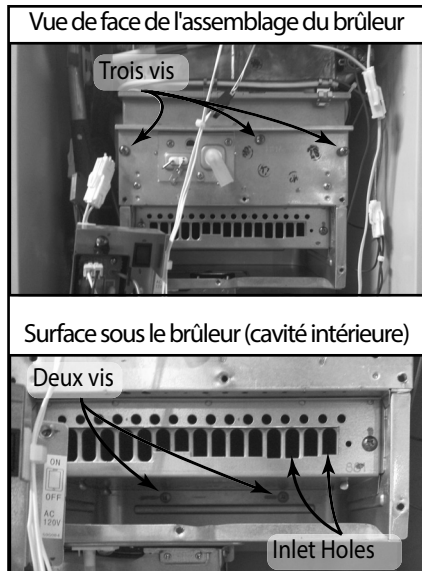

Figure 61
11.1 Retirez les deux vis situées sous le brûleur, à l'arrière (Figure 61).
11.2 Retirez les trois vis se trouvant à l'avant du brûleur, voir Figure 61. Ne retirez pas les vis se trouvant autour du détecteur de flammes, capteur du ratio air-combustible et de l'allumeur.
- À l'aide d'une pince, saisissez l'une des parois du brûleur et tirez (au niveau des ouvertures d'aération; voir Figure 61).